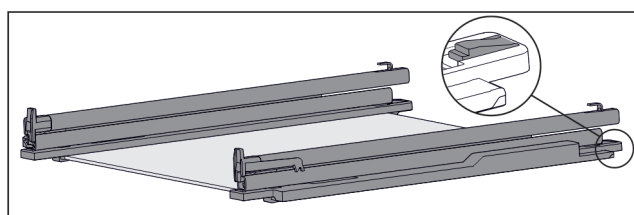

Fig. 124 带轨道和固定件的玻璃隔板
- ▶ 将固定件后部向下压 (参见 Fig. 124)，同时向后推轨道。